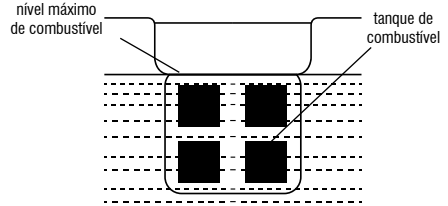

Fig. 5 – Nível máximo de combustível
- c. Verifique o nível de combustível (Fig. 5).